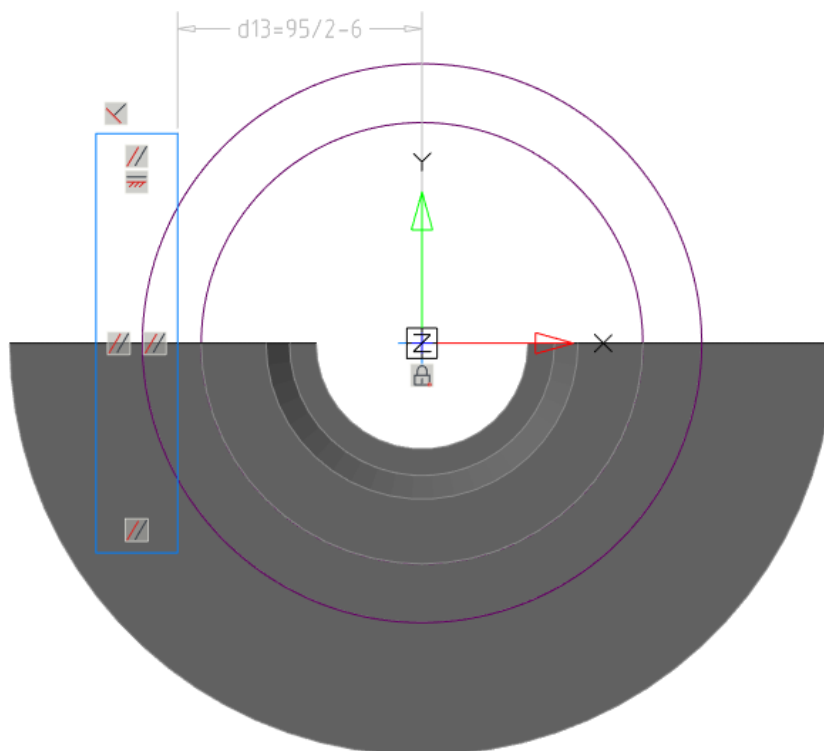

Рис. 23. Эскиз второй лыски
7.2. Вторую лыску постройте на диаметрально противоположной стороне, используя в качестве опорной плоскости эскиза торец ступени $\varnothing 95$. Длина прямоугольника для эскиза должна составлять не менее $2/3$ диаметра данной ступени (рис. 23).